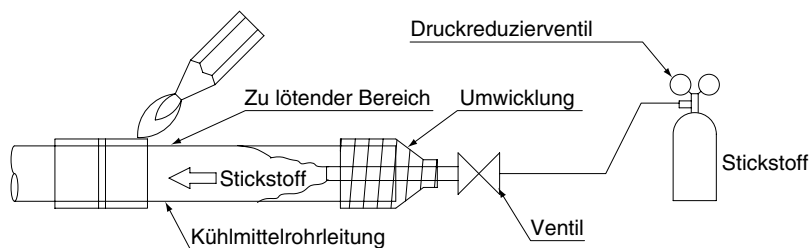

Abb. 5
- Beginnen Sie Lötarbeiten der Kältemittelleitungen erst nach einer Stickstoffspülung (*1), oder führen Sie Lötarbeiten durch, während Stickstoff in den Kältemittelleitungen fließt (*2) (**Siehe Abb. 5**), und stellen Sie am Ende Ausbauchungen oder Bördelverbindungen von Innengerät und BS-Gerät her.